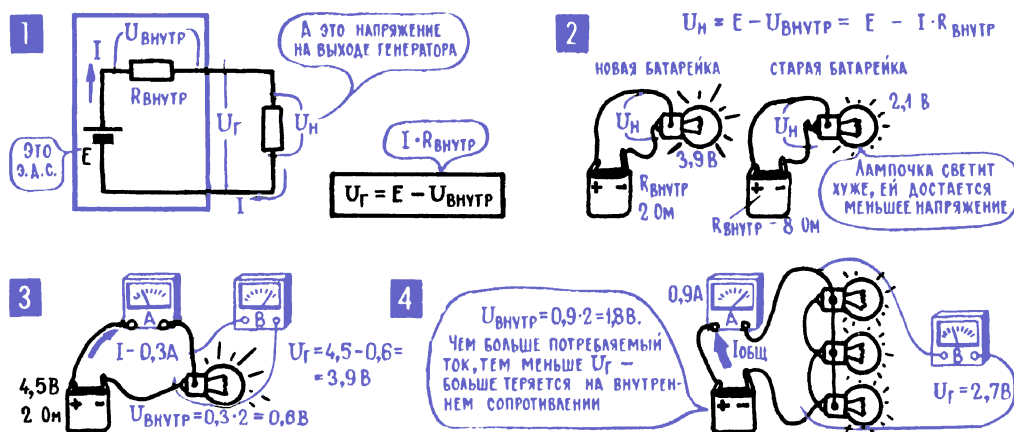

Рис. 4.10. Переход от ЭДС генератора к напряжению
9. Чем больше потребляемый ток, тем меньше напряжение на выходе генератора. Внутреннее сопротивление генератора $R_{\text{внутр}}$ — такой же элемент цепи, как и все остальные. И на нем так же, как и на других участках, создается какое-то напряжение (рис. 4.10). При этом всей внешней цепи теперь уже достается напряжение несколько меньшее, чем ЭДС, меньшее как раз на величину внутреннего падения напряжения. Если увеличится потребляемый от генератора ток, то в полном согласии с законом Ома увеличится и внутреннее падение напряжения в генераторе, а значит, уменьшится напряжение U_r на выходе генератора (рис. 4.10; 3, 4). Чтобы изменение нагрузки как можно меньше влияло на выходное напряжение генератора, его внутреннее сопротивление стараются свести к минимуму.
Кстати, напряжение на выходе батарейки уменьшается и при ее старении, так как со временем увеличивается $R_{\text{внутр}}$ (рис. 4.10; 4).